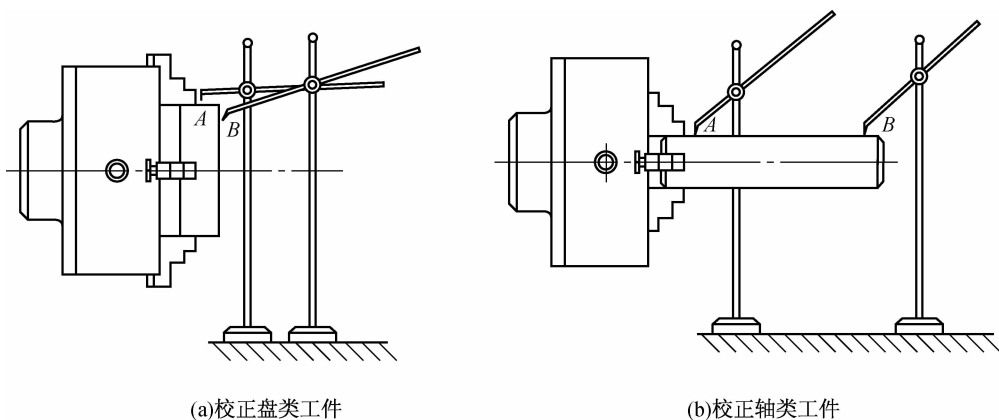

图3-41 用划针校正工件
(3)如图3-41所示,通过校正练习,要求盘类工件外圆A处和端面B处的跳动量在0.03 mm以内,轴类工件外圆A、B两处跳动量也在0.03 mm以内。